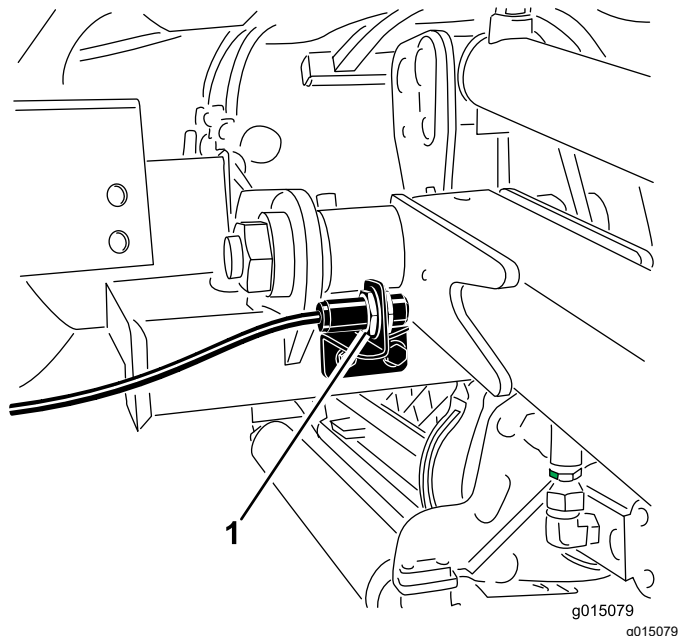

図 61
2. 昇降アームスイッチは、前右昇降アームの裏側にあります 図 61。
3. スイッチの取り付けねじ 図 61 をゆるめ、スイッチの位置を上げると、昇降アームの旋回高さが高くなり、下げると、昇降アームの旋回高さが低くなる。